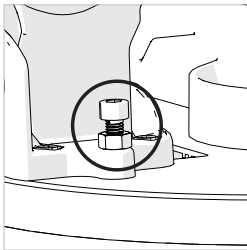

Abb. 23
- Lösen Sie die Feststellmutter der Einstellschraube für den 45°-Neigungswinkelanschlag leicht. **(Abb. 23)**